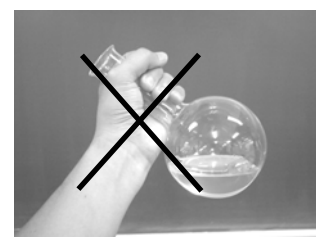

図10 持ち方の悪い例
- (イ) フラスコの首の部分は弱く破損しやすいため、フラスコを持つときは、底を手の平で支え、もう一方の手で首の部分を持ち、まっすぐに持ち上げる。(図10)